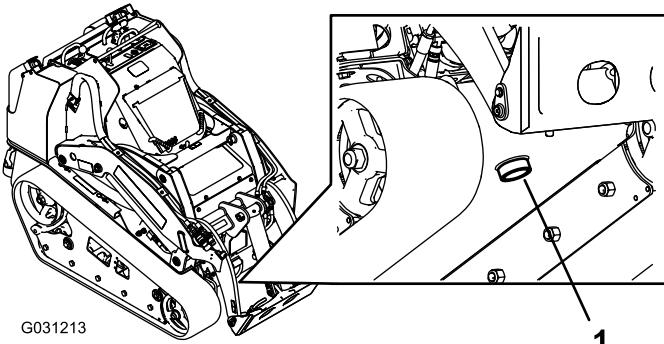

Figure 60
7. Placer un grand bac de vidange (d'au moins 57 litres de capacité) sous le bouchon de vidange à l'avant de la machine (Figure 60).
8. Retirez le bouchon de vidange pour permettre à l'huile de s'écouler dans le bac de vidange (Figure 60).